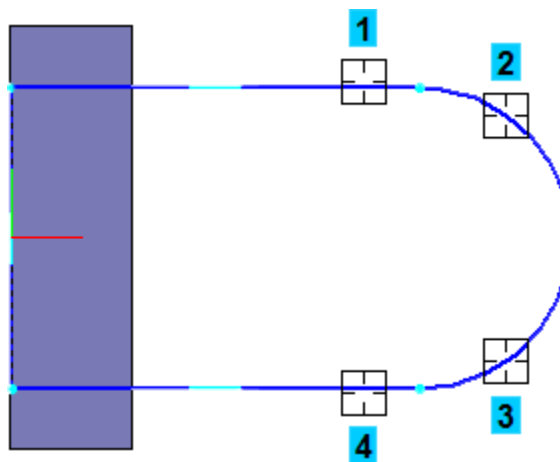

Рисунок 23.
- Укажите верхний отрезок и дугу (мишени 1 и 2), затем дугу и нижний отрезок (рис. 23).